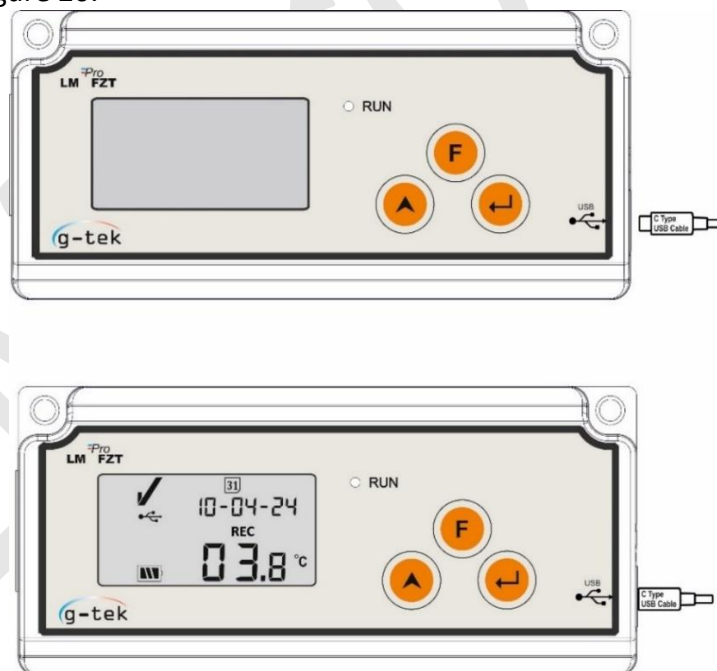

Figure 20 Fixation micro USB
- Connectez l'enregistreur de données LMPro FZT (Type-1) au PC via le câble USB, comme indiqué sur la figure 20.